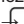

Figure. 46 Dans la partie supérieure de la console centrale : interrupteur des voyants.
2. Allumez les feux de détresse à l'aide de l'interrupteur   Fig. 46.
Les voyants peuvent également être éteints en appuyant sur l'interrupteur sur le tableau de bord → fig. 46.